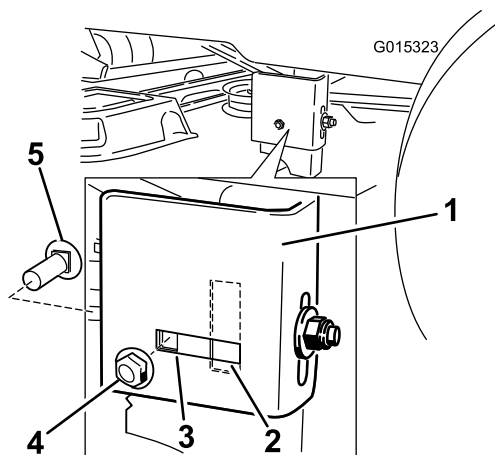

Figura 57
7. Vaya al lado izquierdo de la máquina. Compruebe si el perno de cuello cuadrado lateral está en la posición fija o ranurada (Figura 57).
8. Si el perno de cuello cuadrado lateral está en la posición fija, retire el perno de cuello cuadrado lateral y la tuerca de bloqueo lateral de la posición fija, e instáloselos en la posición de ajuste ranurada (Figura 57).